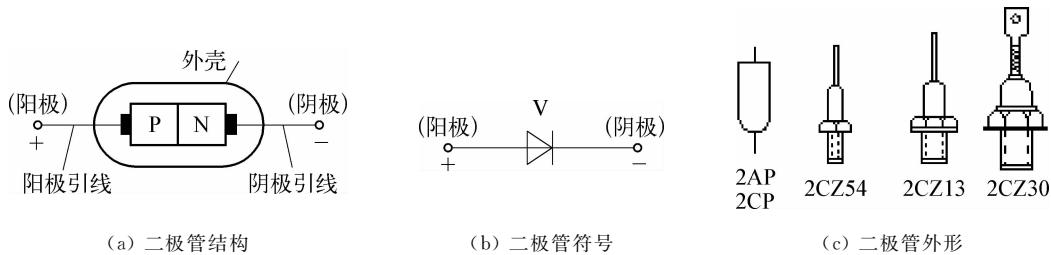

图 1-1-17 二极管
(1) 二极管的结构、符号、外形和型号 二极管的内部结构如图 1-1-17(a)所示。二极管一般用金属、塑料或玻璃材料作为封装外壳,外壳上印有标记便于区分正负电极,从 P 区引出的电极为正极(或阳极),从 N 区引出的电极为负极(或阴极)。二极管电路符号如图 1-1-17(b)所示,箭头所指的方向为正向电流流通的方向,习惯用字母 V(或 D)代表二极管。稳压电源、收音机、电视机等电子产品中不同外形的二极管如图 1-1-17(c)所示。